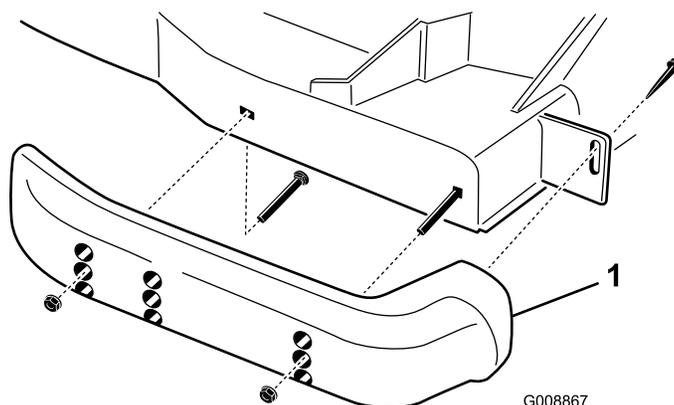

Figura 26
1. Allentate la vite davanti a ciascun pattino (Figura 26).
2. Togliete i bulloni a testa flangiata e i dadi da ciascun pattino (Figura 26).